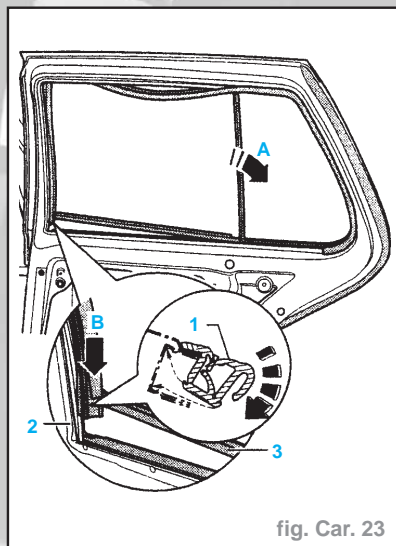

fig. Car. 23
- Mettre en place la glace triangulaire dans la porte (flèche A) (utiliser une solution savonneuse pour faciliter le montage) (fig. Car. 23).
- Mettre en place la glace de porte (3) dans la fente du guide de lève-glace (4).